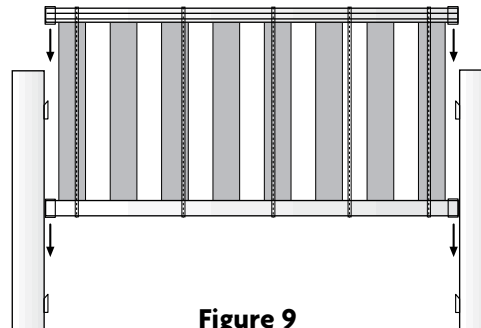

Figure 9
13. Ensuite, laisser descendre la section de rampe jusqu'à ce que tous les supports s'enclenchent dans les pièces en queue d'aronde (Figure 9).